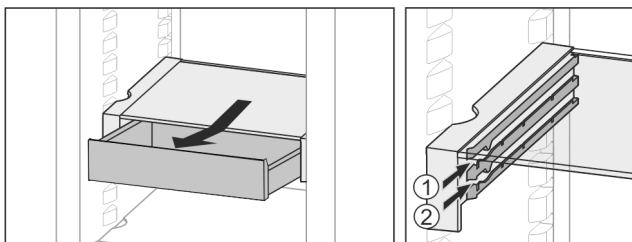

Fig. 18
- ▶ L'insérer à n'importe quelle hauteur Fig. 18 (1) ou Fig. 18 (2).